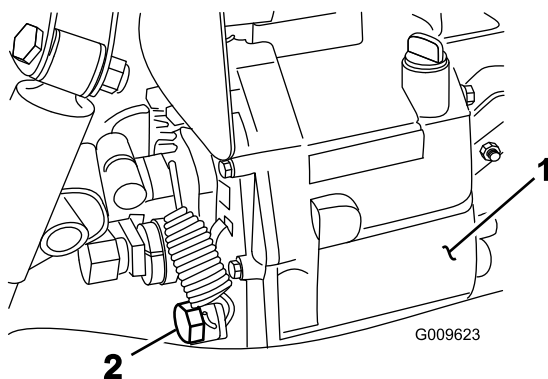

Bild 66
2. Nehmen Sie die Ablassschraube an der Seite des Behälters ab und lassen Sie das Hydrauliköl in die Auffangwanne ablaufen (Bild 66).